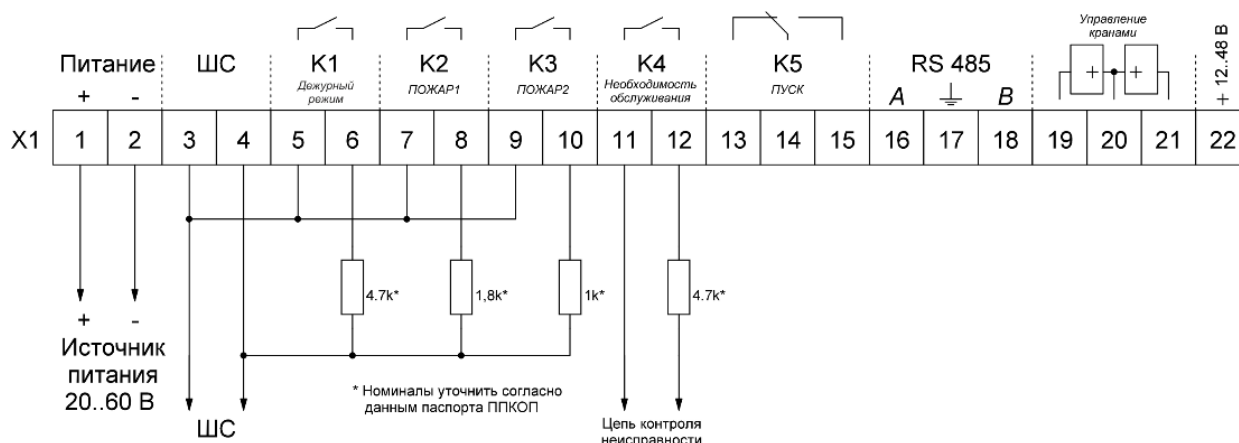

Рисунок 16 – Схема подключения с отдельным сигналом об обслуживании
17.1 Схема подключения к ПЦН с приоритетом сигналов о пожаре при уменьшении сопротивления ШС и формировании извещений «Пожар 1», «Пожар 2» (номиналы резисторов приведены для ПЦН типа ППКОП Сигнал-20П Smd, С2000-АСПТ с ШС1 тип 1 пожарный дымовой с определением двойной сработки) (рисунок 16). Схема представлена с настройками реле, установленными по умолчанию.